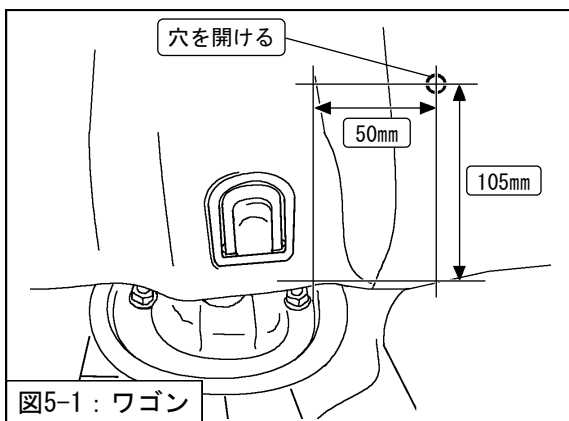
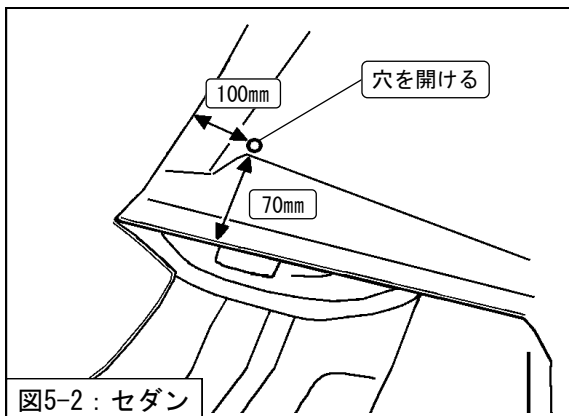

図5-1：ワゴン
図5-2：セダン
1. リアの内装に減衰力調整ケーブル用のφ10の穴を開けてください。(図5-1・図5-2)
4. リアの内装を車両に取付け、穴にケーブルを通してください。(図5-1・図5-2)